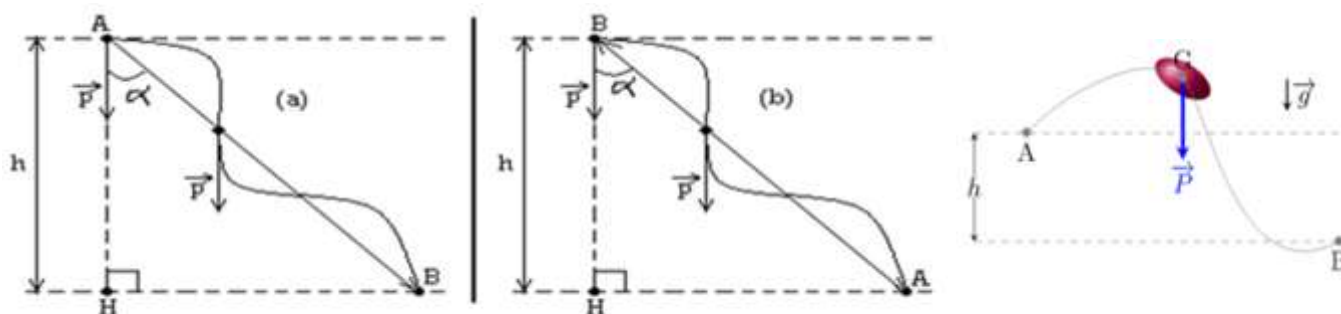

Figure 4.9 : Trajets du poids d'un corps.
- Selon la figure 4.9 (a), $W_{AB}(\vec{P}) = P \cdot h$ (4.17) car $\cos \alpha > 0$. Le travail du poids dans ce cas est dit **moteur**.
- Selon la figure 4.9 (b), $W_{AB}(\vec{P}) = -P \cdot h$ (4.18) car $\cos \alpha < 0$ pour $\alpha > \frac{\pi}{2}$. Le travail est dit **résistant**.
Par définition : $W_{AB}(\vec{P}) = P \times AB \times \cos \alpha$. Or dans le triangle AHB de la figure 4.9 (a), $\cos \alpha = \frac{h}{AB}$